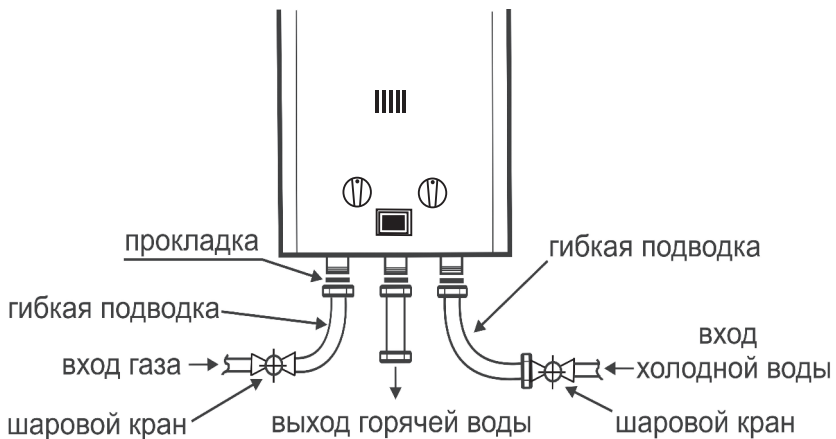

Рис. 8.
2. Установка газовых и водопроводных труб (рис. 8).
Во избежание попадания дождя и снега, на выходе вытяжной трубы необходимо установить козырек. Внутренний диаметр вытяжной трубы должен быть 120 мм. Размеры вытяжной трубы указаны на рис. 8.